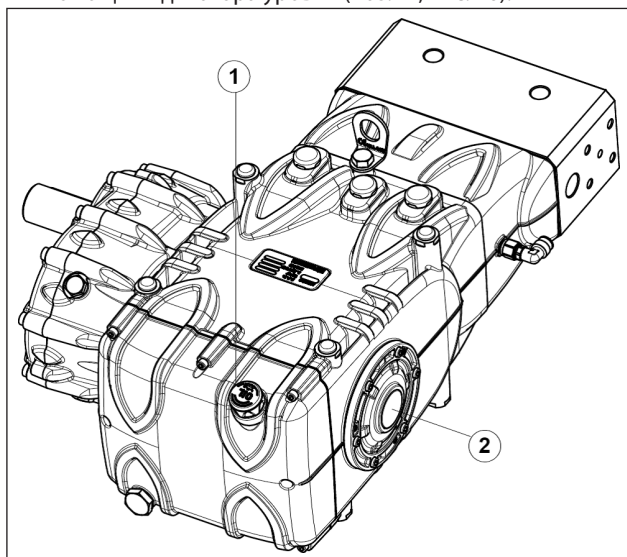

Рис. 16
5. При проверке с помощью специального щупа масло в картере насоса находится на нужном уровне (поз. ①, Рис. 16), в крайнем случае выполните проверку при помощи индикатора уровня (поз. ②, Рис. 16).